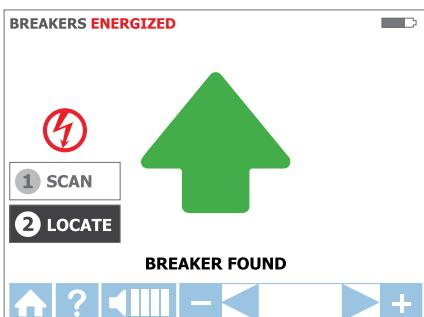

Figura 3.4e
- c. Vuelva a realizar una lectura de todos los interruptores/fusibles hasta que la flecha verde completa y la alerta audible (bip constante) indiquen que se encontró el interruptor/fusible correcto. (Consulte la Figura 3.4e)